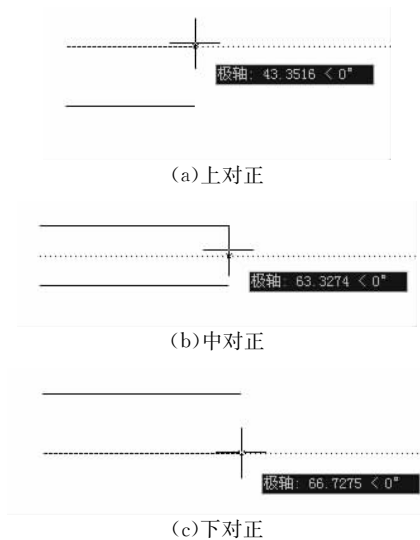

图 3-18 不同的对正类型
(1)对正(J):用于指定多线的对正方式。选择该选项后,会出现“输入对正类型[上(T)/无(Z)/下(B)]<上>:”提示信息,默认的对正类型为“上”。各对正类型的多线如图 3-18 所示。